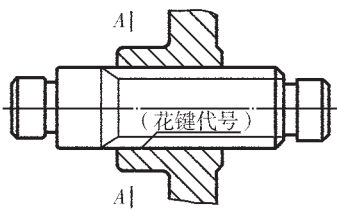
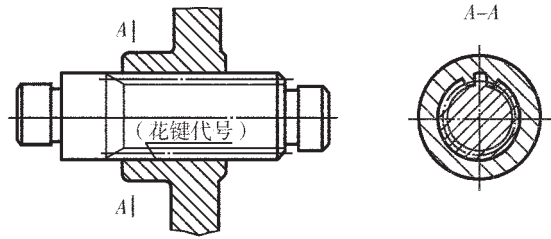

图 9
图 10
2.1 花键联结用剖视表示时，其联结部分按外花键的画法，见图 9、图 10。
矩形花键代号的注法如图 9 所示。
渐开线花键代号的注法如图 10 所示。